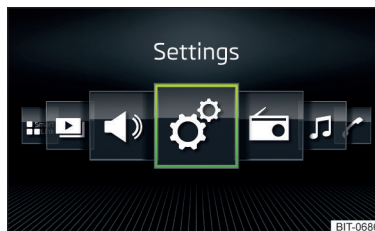

Fig. 136
- Seleccionar la opción Visualización de la trama » fig. 135 o Visualización horizontal » fig. 136.